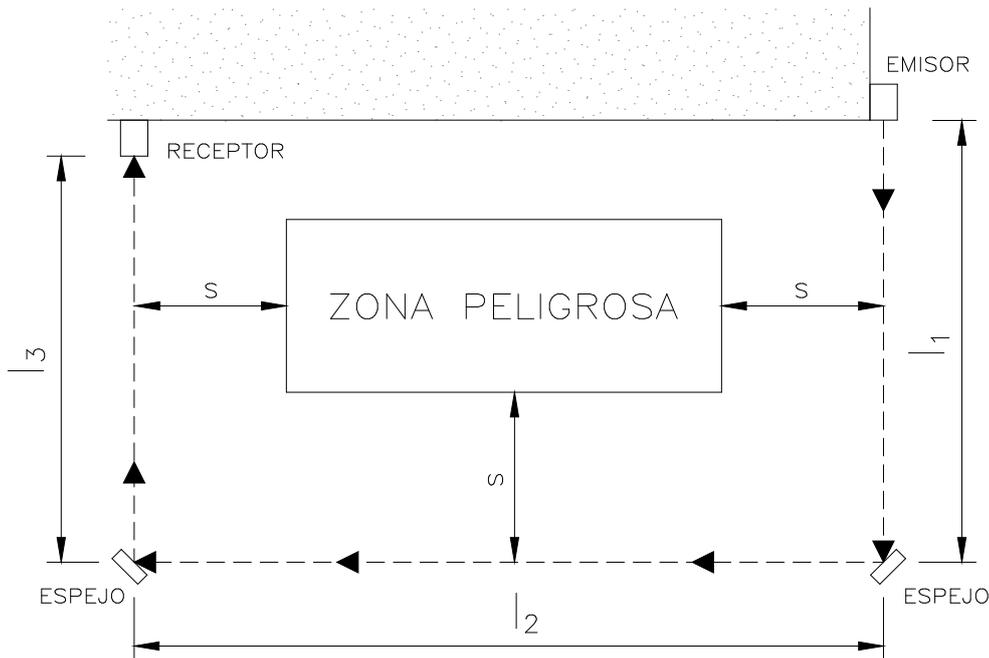

Figura 15
- Posicionar los espejos de modo que la mínima distancia de seguridad S (Figura 15) sea respetada en cada uno de los lados de acceso a la zona peligrosa.